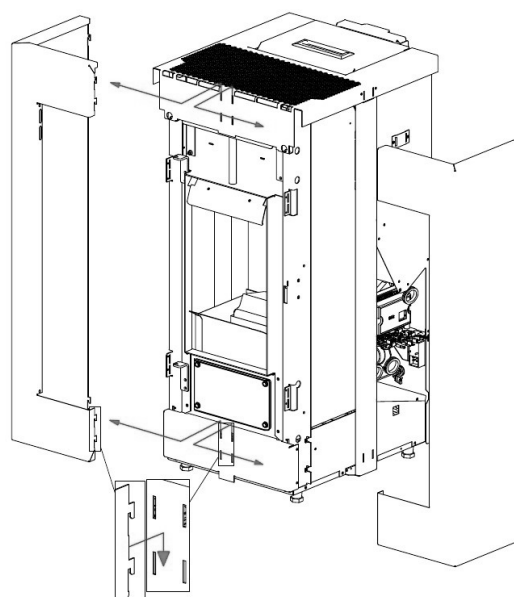

Fig. 55 - Desenganche las paredes laterales
- Desenganche las paredes laterales delanteras (ver **Fig. 55**).